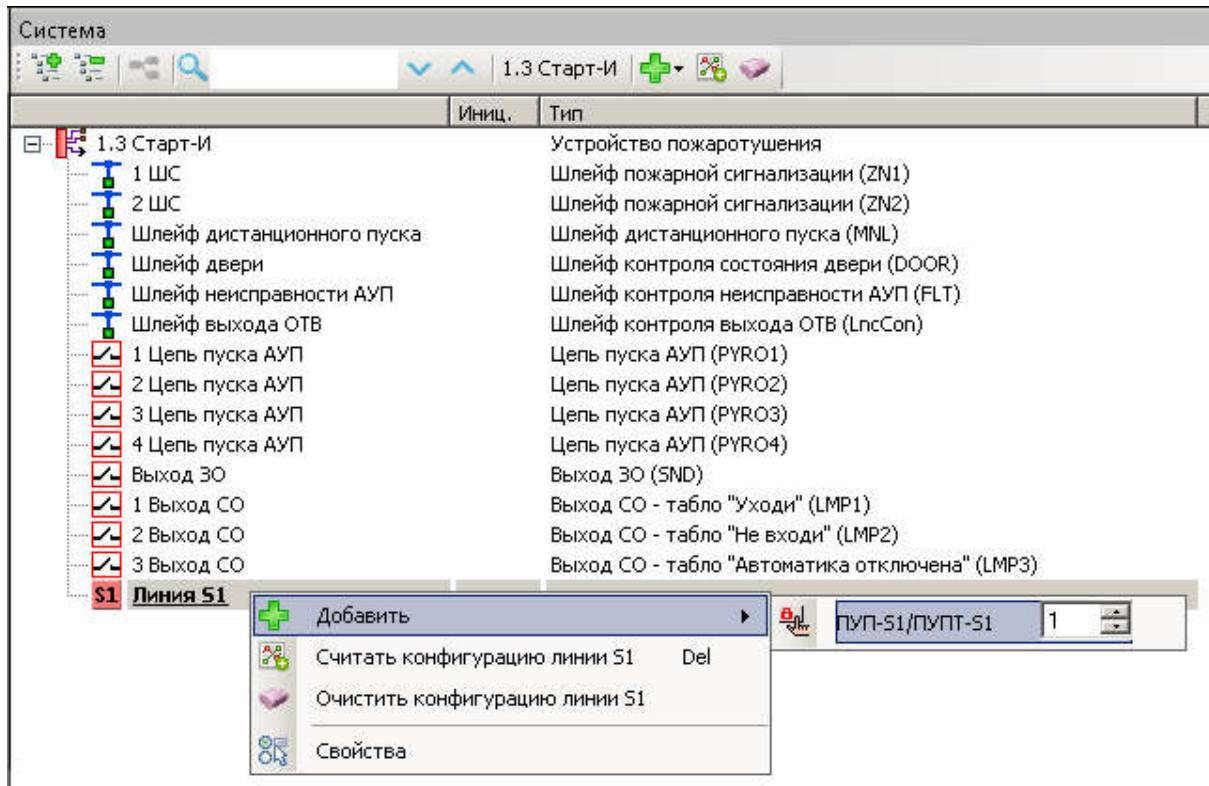

Рис. 39
2. Добавить ПУПТ-S1 в дерево Старт-И на вкладке "Устройства" в окне системы (рис. 39).